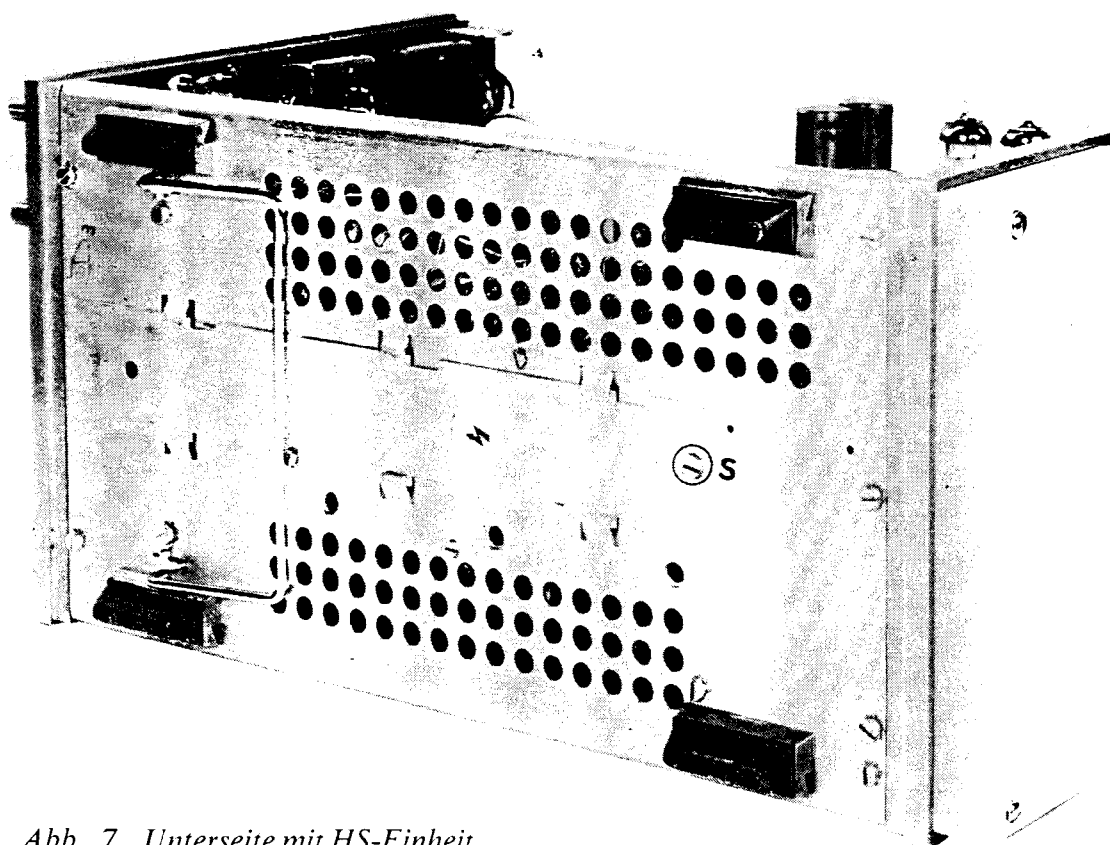

Abb. 7. Unterseite mit HS-Einheit
D. ZUGANG ZU DER HS-EINHEIT (Abb. 7)